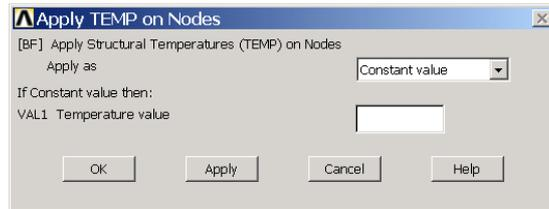

图5.46 施加温度荷载
- (1) 单击工具栏上的 **RESUM_DB** 按钮，恢复 5.4.3 节中保存的模型数据库。
- (2) 单击 **Main Menu>Solution>Define Loads>Apply>Structural>Temperature> On Nodes** 菜单，弹出图形拾取对话框，选择适当的节点，单击 **【OK】** 按钮，弹出如图 5.46 所示的对话框。